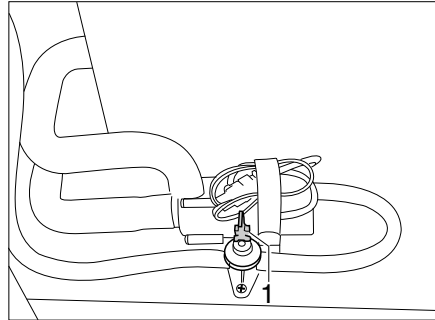

Bild 226 Ablasshahn
- Alle Ablasshähne öffnen. Dazu den Kipphebel (Bild 226,1) senkrecht stellen.